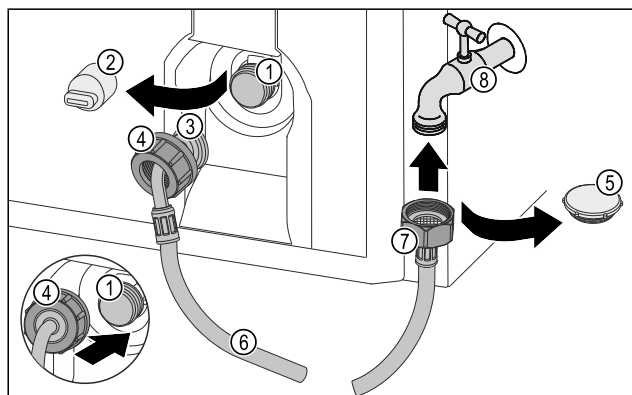

Fig. 72
- Távolítsa el a zárósapkát Fig. 72 (5).
- Helyezze fel az egyenes tömlővéget Fig. 72 (7) a vízcsapra Fig. 72 (8).
- Az óramutató járásának irányában húzza meg az anyát az egyenes tömlővégen Fig. 72 (7).